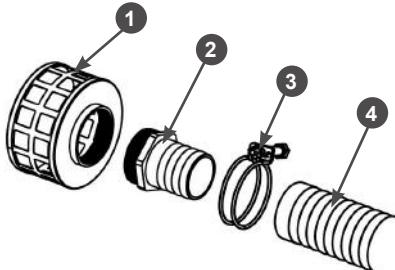

Рис. 14 Установка всасывающего фильтра
1. Закрутите в корпус 1 всасывающий фильтр коннектор 2 всасывающего рукава (Рис. 14).
2. Наденьте до упора всасывающий рукав 4 на патрубок коннектора 2 и затяните его хомутом 3 (Рис. 14).